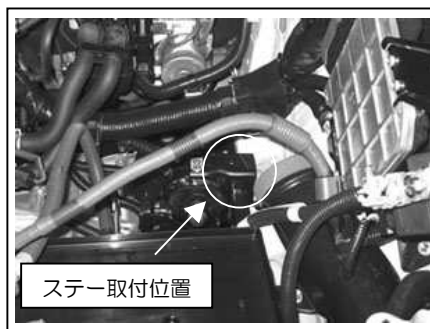

図 7
- ③組み立てたアダプターASSY を車両へ取り付けます。図 7、8 参照